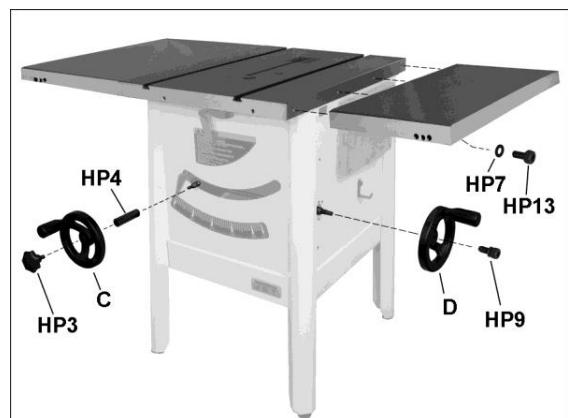

Рис. 5-4
См. Рис. 5-4.
1. Наденьте проставку (HP4, Рис. 5-4) на вал маховика с большим отверстием (C), который располагается с передней стороны станка. Совместите лыску отверстия маховика с лыской на валу.
3. Маховик с малым отверстием (D) наденьте на вал с правой стороны станка, выровняв лыску отверстия с лыской на валу.